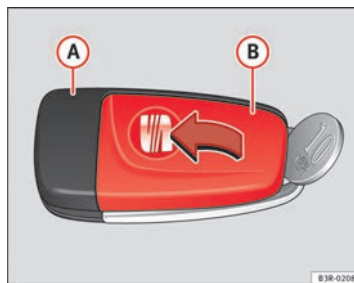

Abb. 70 Hauptschlüssel: Deckel öffnen
- Schlüsselteil ⇒ Abb. 70 (A) und Deckel (B) mit einer Münze **vorsichtig** auseinander hebeln.